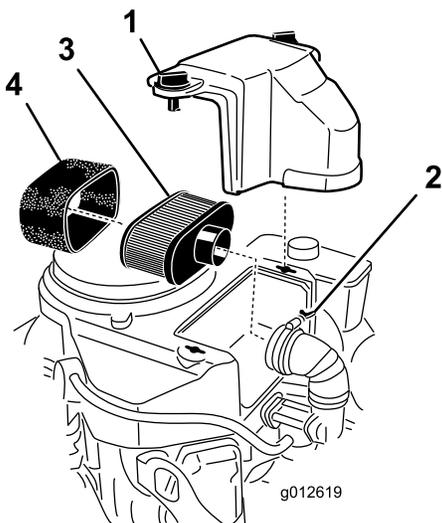

図 41
3. エアクリーナを外したときエンジン内部に異物が入らないよう、周辺をきれいに拭く(図 41)。
4. エアクリーナのカバーのノブのねじをゆるめてカバーを外す(図 41)。
5. エアクリーナのホースクランプをゆるめてエアクリーナアセンブリを外す(図 41)。
6. ペーパーエレメントからスポンジエレメントを注意深く取り外す(図 41)。
**注** 汚れがひどい場合には、新しいペーパーエレメントに交換する(図 41)。
1. ペーパーエレメントにスポンジエレメントを注意深く取り付ける(図 41)。
2. エアクリーナのベース、またはホース、にエアクリーナアセンブリを取り付けて固定する(図 41)。
3. エアクリーナのカバーを取り付け、ノブを締め付けて固定する(図 41)。